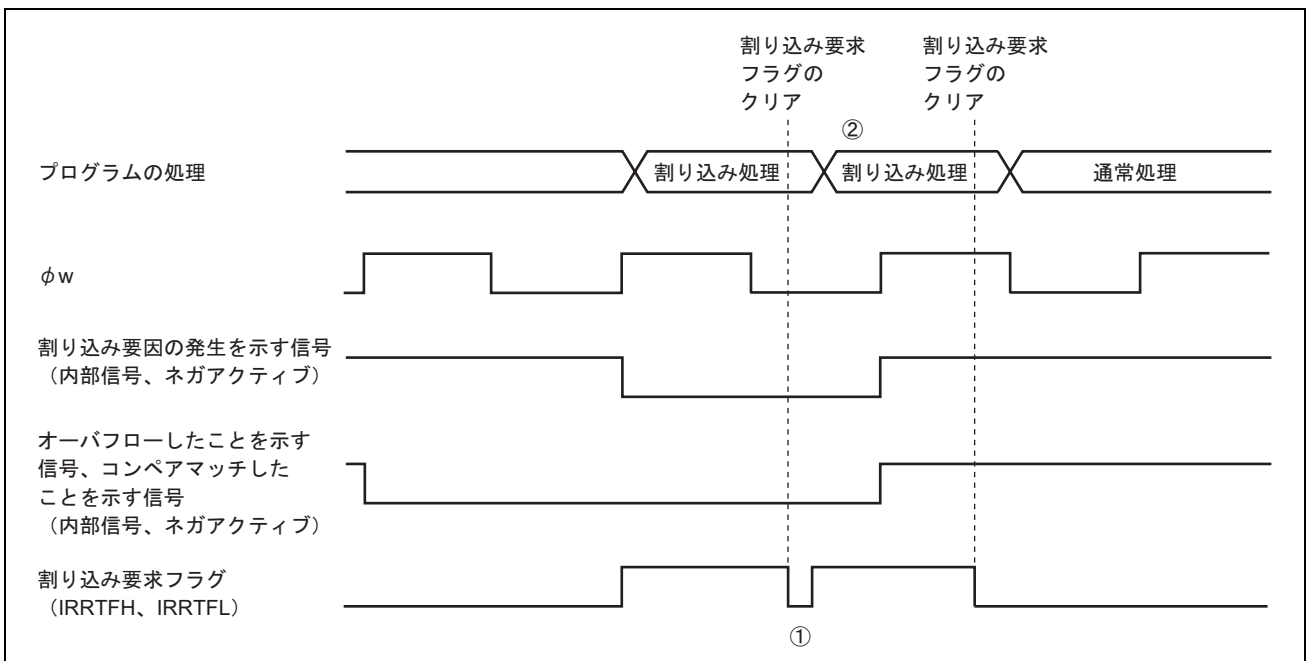

図 11.3 割り込み要因の発生を示す信号が有効なときに割り込み要求フラグのクリアを行った場合
内部クロックとして  $\phi_w/4$  を選択した場合、「割り込み要因の発生を示す信号」の制御は  $\phi_w$  で行われるため、この信号は  $\phi_w$  の幅出力されます。また、「オーバフローしたことを示す信号」および「コンペアマッチしたことを示す信号」の制御は、 $\phi_w$  の 2 周期分の信号で行われるため、これらの信号は  $\phi_w$  の 2 周期の幅出力されます (図 11.3)。
アクティブ (高速、中速) モードにおいて、「割り込み要因の発生を示す信号」が有効な間は、割り込み要求フラグをクリアしても、すぐにまた割り込み要求フラグがセットされます (図 11.3—①)。
割り込み要求フラグをクリアしても、すぐにまた割り込み要求フラグがセットされるため、1 回のタイマ FH、タイマ FL 割り込みに対し割り込み処理が複数回行われることがあります (図 11.3—②)。